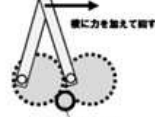

Fig. 7 C の回し方
- リンク機構と歯車の直線運動機構を横から力を加えて回す(Fig. 7)